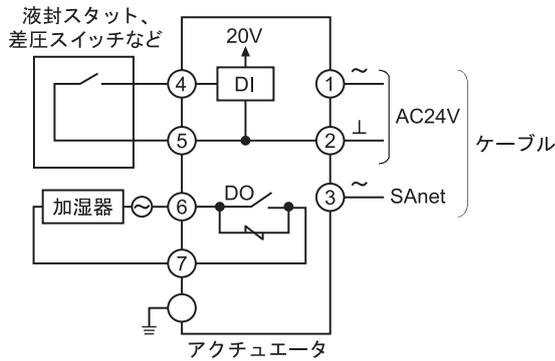

図9 結線例 (基本配線接続例)
- (2) 端子カバー止めねじ（M4×10、3か所）を外し、端子カバーを外します。
(3) 端子 (M3.5ねじ) で接続します。
- * 『図9 結線例』を参照して、正しく接続してください。
- (注記) DO(⑥・⑦端子)をAC100V以上で使用する場合は、接地端子にD接種接地を用いて接続してください。